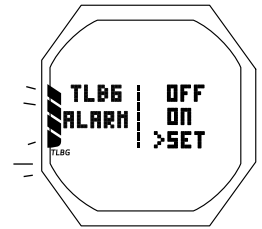

Fig. 37 - RÉGLAGE DE L'ALARME DU GRAPHIQUE DE CHARGE DES TISSUS
**RÉGLAGE DE L'ALARME DU GRAPHIQUE DE CHARGE DES TISSUS (TLBG) :** paramètres affichés (Fig. 37)